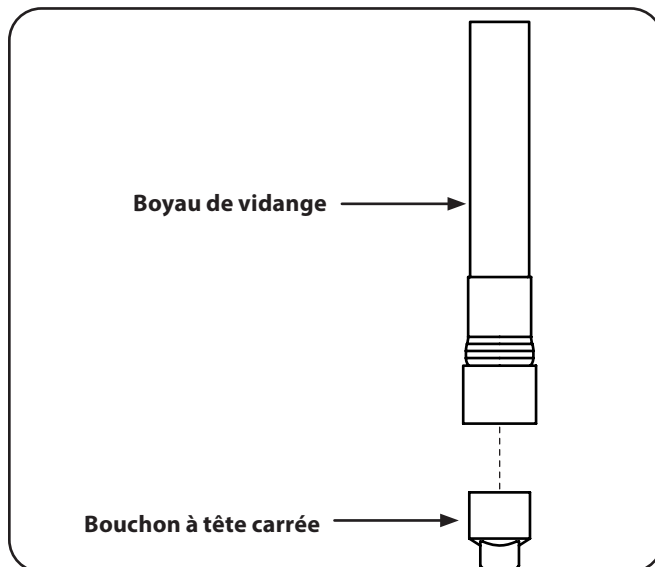

Figure 6-5
4. Tenez l'extrémité libre du boyau de vidange d'huile au-dessus du récipient collecteur, puis dévissez le bouchon à tête carrée du boyau. Voir Figure 6-5. Vidangez l'huile du moteur dans le récipient.